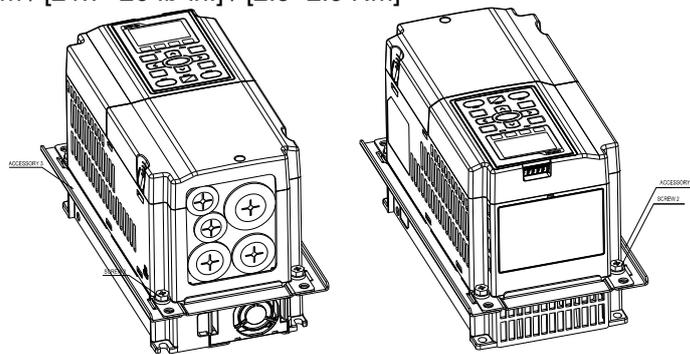

图 3
3. 将螺丝 2*2 (M6) 与 Accessory 2 & 3 锁住 (如图 3 所示)。螺丝扭力值: 25~30 kg-cm / [21.7~26 lb-in.] / [2.5~2.9 Nm]